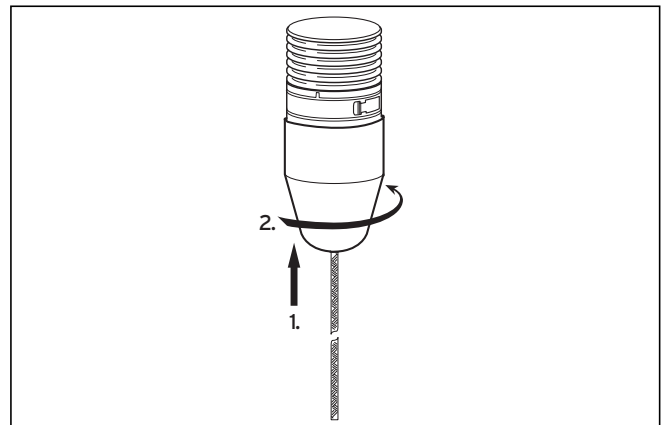

Рис. 4.30 Крепление монтажного устройства
- Закрепите монтажное устройство на вставном элементе (см. рис. 4.30). Ни в коем случае не пытайтесь протянуть гибкий дымоход через шахту без монтажного устройства!